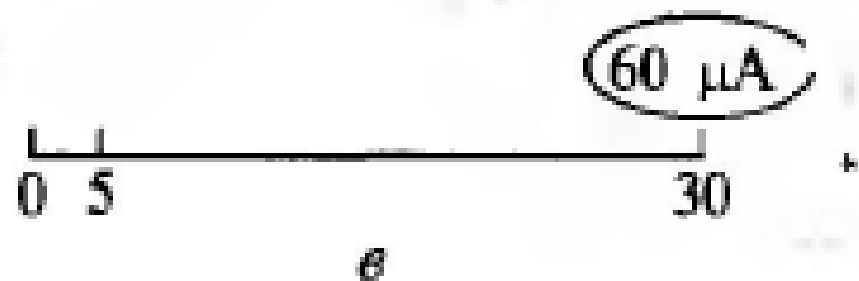

Рис. 4.2. Изображения (а...г) шкал мультиметра к примеру 4.2
Решение. 1. Диапазон измерения напряжения постоянного тока находим по шкале, изображенной на рис. 4.2, а.
2. Диапазон измерения напряжения переменного тока находим по шкале, изображенной на рис. 4.2, б: